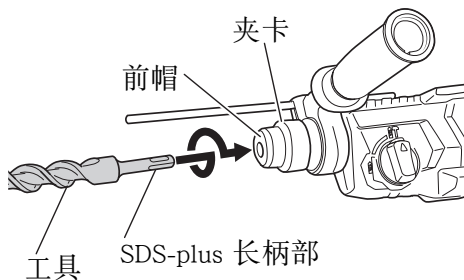

图 1
4. 安装工具(图 1)
(1) 清洁工具柄。
(2) 旋转工具将其插入前帽的孔内直至插锁插紧。(图 1)
(3) 拉工具以检查是否完全插紧。